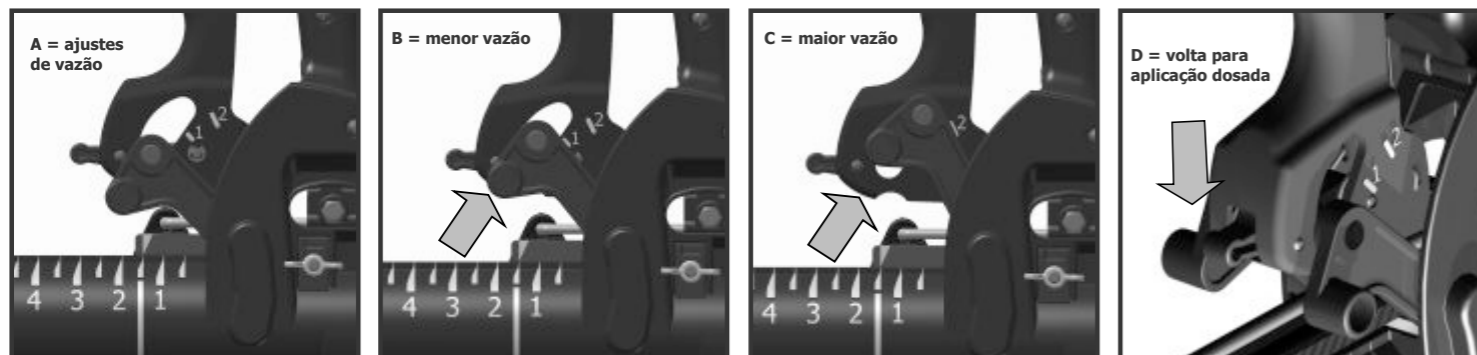

FIGURA 9 Forma de regulagem para aplicações contínuas ou em linha.
**a)** Primeiramente, repita os passos **a)**, **b)** e **c)** do item 6.3.1 (aplicação dosificada), posicionando e travando a régua de medição na marcação (forma de linha contínua) existente entre a posição Nº 1 e Nº2, conforme ilustrado na **Figura 9 A** acima;
**b)** Em seguida, conforme indicado pela seta na **Figura 9 B**, puxe para cima as articulações vermelhas do comando (segurando-a pelos dois lados do comando) até atingir a marcação com o nº 1, onde irá ouvir um leve "click", indicando que as articulações estão travadas e prontas para operar nessa regulagem 1 de menor vazão;
**c)** Para operar na regulagem 2 de maior vazão, continue puxando as articulações para cima, até ouvir mais um "click", identificando que as articulações estão travadas na posição 2 de maior vazão, conforme ilustrado na **Figura 9 C**;
**d)** Por último, para desativar o uso da aplicação contínua, empurre para baixo o botão vermelho conforme indicado pela seta na **Figura 9 D**, destravando o sistema e voltando a ativar o modo de aplicação dosificada (g/acionamento do gatilho).